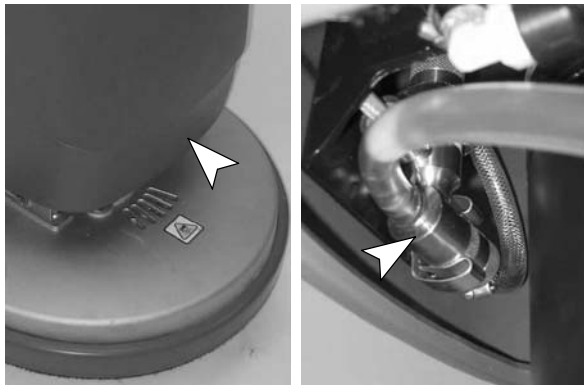

FIG. 77
2. Abaissez la tête de brossage et retirez l'injecteur de détergent des deux pinces à ressort (Figure 77).